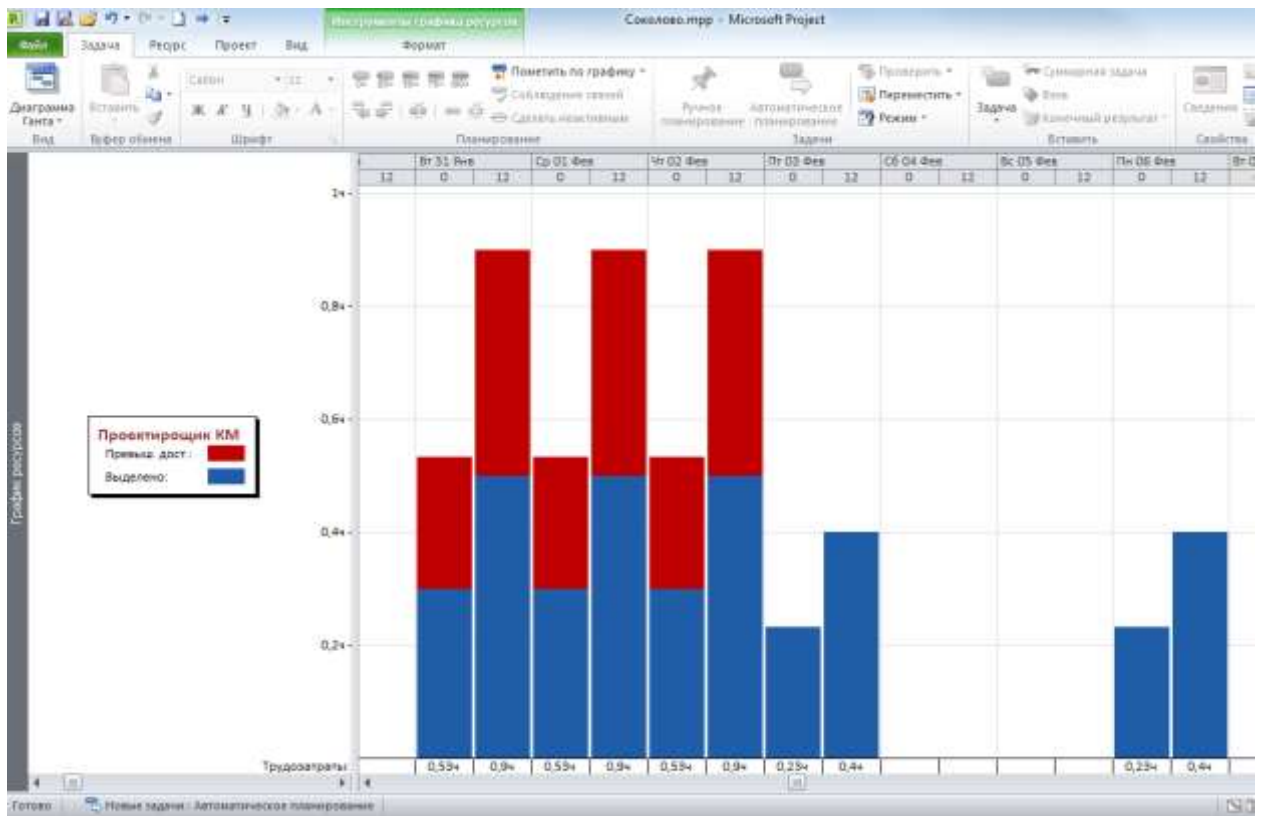

Рис. 4.6 - Представление График ресурсов - Трудозатраты
1. *трудозатраты* (см. Рис. 4.6) – гистограмма распределения абсолютных значений трудозатрат,